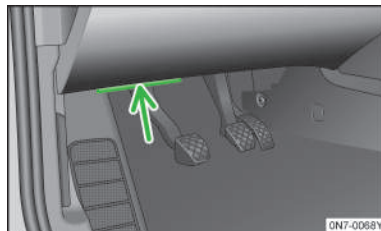

图 155
- 将平头物品（例如随车工具中的螺丝刀）插入凹槽➤图 155（箭头），然后小心地撬下盖板。